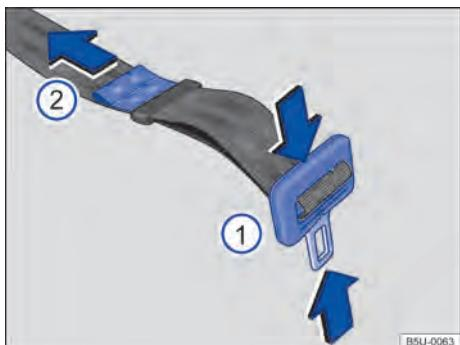

Fig. 61 Ajustar o cadarço do cinto de segurança subabdominal.
- Pressionar a lingueta na direção das setas → Fig. 61 ① e alongar totalmente o cinto de segurança.
- Apertar a lingueta contra o fecho do cinto de segurança e puxar a extremidade → Fig. 61 ② no sentido da seta, até atingir uma folga máxima de 5 cm (3 dedos) na região pélvica.